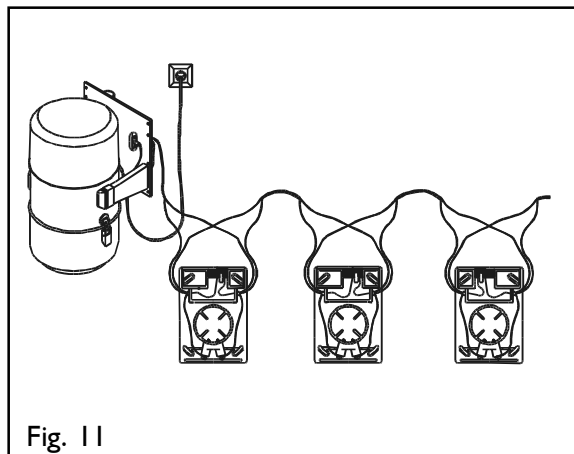

Fig. 11
- A Utblåsningsgaller 140x140 (fig. 11)
- B Ljuddämpare Ø 85x320 mm (fig. 11)
Startkretsen fungerar med 24V spänning, varför den får installeras av personer utan installatörsbehörighet. Lågspänningsledningen dras från lågspänningskontakten på A-centralenheten eller på C-enhetens väggstativ till sugdosornas/skräpluckans anslutningspunkter. Sugdosorna kopplas parallellt (se fig. 11). (lågspänningsledarnas montering 4.1.1, sid. 10-11)